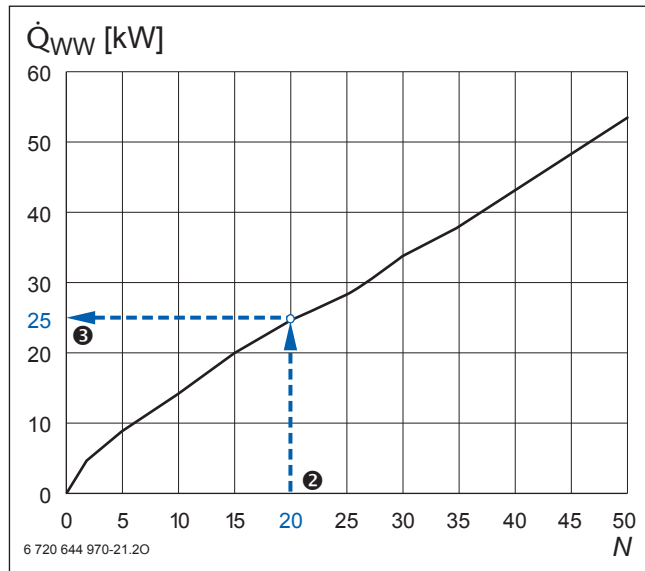

Bild 23 Kesselzuschlag für die Warmwasserbereitung nach der Bedarfskennzahl N ; Beispiel blau hervorgehoben
3. Die Kesselleistung $\dot{Q}_K$ muss mindestens so groß sein wie die Summe aus dem Wärmebedarf des Gebäudes $\dot{Q}_{N, \text{Geb}}$ und einem Kesselzuschlag $\dot{Q}_{WW}$ für die Warmwasserbereitung. Als Schätzwert wird die Größe der Bedarfskennzahl N als Kesselzuschlag (in kW) angenommen. Ein Berechnungswert für die Höhe des Kesselzuschlags $\dot{Q}_{WW}$ ergibt sich aus Bild 23.
Ablesen (→ Bild 23)
Im Bereich 20 ... 30 Wohnungen überwiegt der Leistungsbedarf für den Speicher, der Heizkessel ist also größer auszulegen. Ob die Vergrößerung ausreicht, ist aus Bild 23 abzulesen.
- Differenz bilden und diese mit Bild 23 vergleichen.